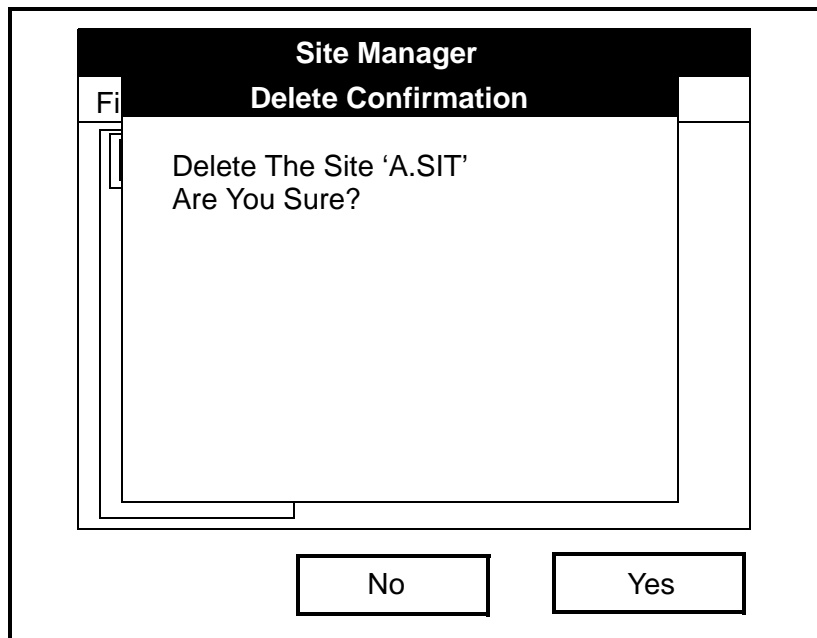

Figura 4-10: Ventana de confirmación de eliminación
2. Desplácese hasta la opción *Delete* (Eliminar) y pulse [ENTER]. Aparecerá una ventana como la de la figura 4-10.